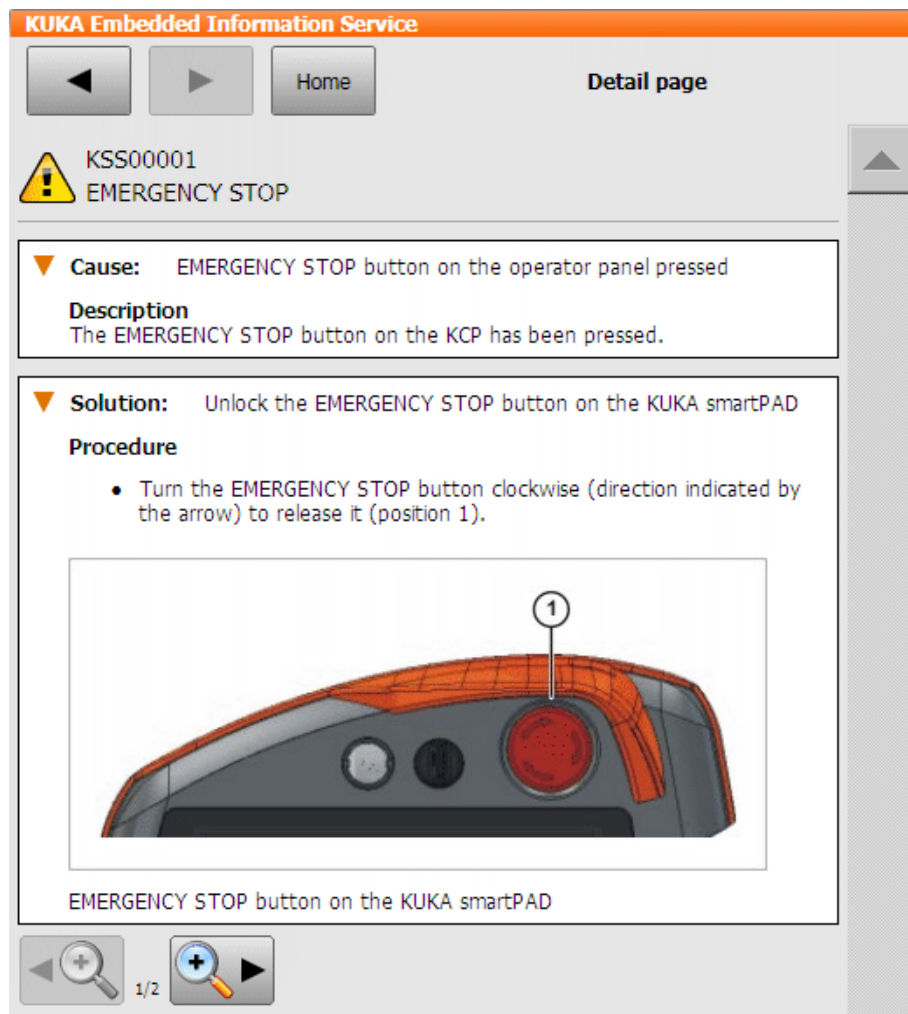

Fig. 4-10: Page de détails - exemple issu du logiciel KUKA System Software
- a. Toucher le bouton de zoom à côté de la cause. La page de détails s'ouvre. (>>> Fig. 4-10)
6	Affiche de détails concernant cette cause / solution. (>>> Fig. 4-10)